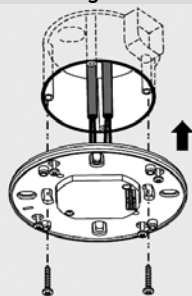

Fig.11
- 1 boor een gat van 65mm in het plafond (zie Fig.11)